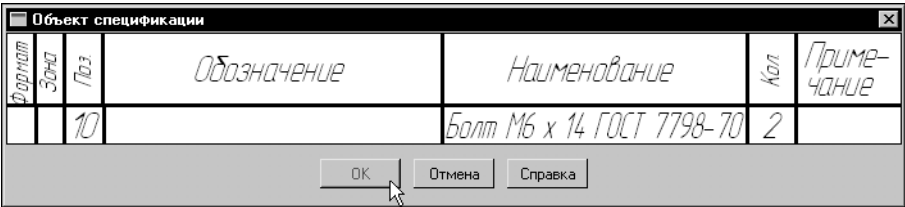

Рис. 57.38. Задание параметров объекта спецификации
15. Введите в колонку *Количество* значение 2 (рис. 57.38).